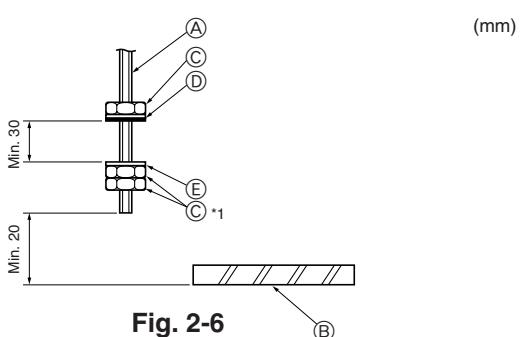

Fig. 2-6
2.4. Werkwijze om het apparaat op te hangen (Fig. 2-6)